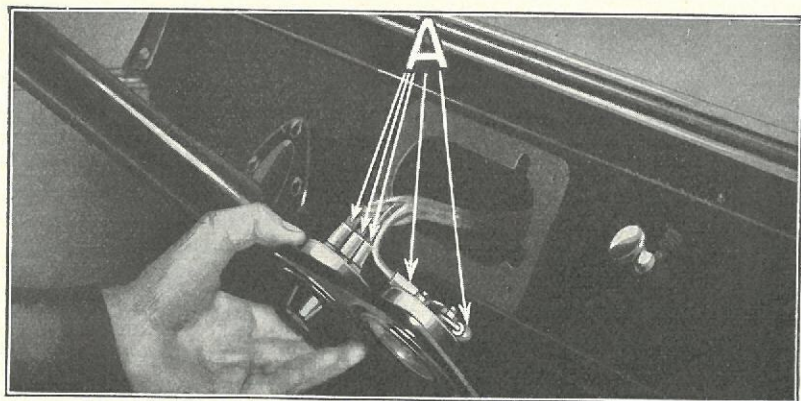

Fig. 519
1097 Hvis Amperemetret ikke viser Udslag, og en Undersøgelse viser, at Fejlen ikke ligger i overbrændte Lamper, undersøgges Batterikabelforbindelsen, dels paa Fordelingspladen (Nr. 13 paa Fig. 498), dels paa Bagsiden af Kontakten (Nr. 18) og paa Amperemetret (Nr. 23 og 24) samt paa Startkontakten (Nr. 26), om ikke der er en løs eller afbrudt Forbindelse. Se efter, at Gummiisolationen paa Traadenderne bagpaa Kontakten (se Fig. 519) er saaledes anbragt, at det er umuligt for Kontaktens forskellige Metaldele at komme i Forbindelse med hinanden. Hvis disse Forbindelser er rene og tætte, ligger Fejlen utvivlsomt i Lyskontakten, der afprøves som beskrevet i Par. 1101.
1100 Hvis Lamperne endnu ikke vil lyse, aftag da Kontakten og undersøg alle Forbindelser paa dens Bagside for at se, om de er rene og tætte samt om Gummiisolationen paa Ledningsenderne (se Fig. 519-A) er paa Plads, saa Metaldelene ikke kommer i Forbindelse med hinanden.
- 1106** Afbryd Startledningen paa Fordelingspladen (Fig. 498 Nr. 13), hvis Amperemetret da viser 0, er Viseren ikke bøjet, men der er derimod en Kortslutning i Kablet fra Amperemetret til Relaiset (Nr. 3, 11 og 23) eller paa Ledningen mellem Amperemetret og Kontakten (Nr. 18 og 24) eller i Lys- og Tændingskontakten eller i Forlygte- eller Baglygtekablerne. For at finde Kortslutningen undersøges det omhyggeligt, om disse Ledninger har Brud paa Isoleringen, eller om Gummiisolatorerne sidder som de skal paa Kableskoene bag paa Amperemetret og Kontakten (se Fig. 519-A).